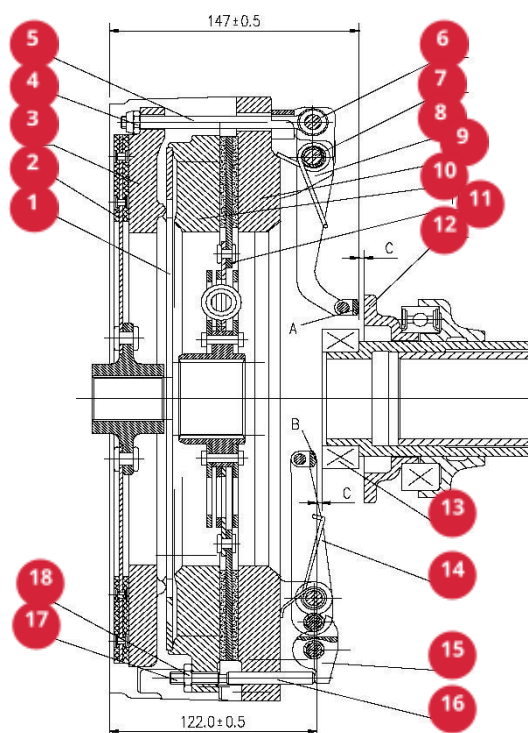

Рис. 4-19. Муфта сцепления
Чтобы обеспечить правильную работу сцепления, зазор между торцом В рычага выключения главной муфты сцепления и торцом выжимного подшипника 13 и зазор между торцом А рычага выключения муфты сцепления ВОМ 8 и диском выключения сцепления 12 должны составлять 2,0–2,5 мм (см. рис. 4-19). Свободный ход педали главной муфты сцепления и рычага муфты сцепления ВОМ должен составлять 25–35 мм и 40–60 мм соответственно. Данный зазор постепенно уменьшается в результате непрерывного естественного износа деталей при эксплуатации. По этой причине необходимо выполнять периодическую проверку и регулировку зазора.
Для регулировки можно использовать окно в нижней части картера трансмиссии (см. рис. 4-19).
1. Регулировка главной муфты сцепления (см. рис. 4-19): вращая ограничительный винт 17, отрегулируйте зазор между торцом В рычага выключения главной муфты сцепления 14 и выжимным подшипником до значения 2,0–2,5 мм, затем затяните гайку 18. Если используется этот метод регулировки, убедитесь, что торцы трех рычагов выключения главной муфты сцепления находятся в одной вертикальной плоскости. Отклонение при проверке пластинчатым щупом не должно превышать 0,2 мм.
2. Регулировка муфты сцепления BOM (см. рис. 4-19): ослабьте небольшую самоостопорящую шестигранную гайку 4, отрегулируйте зазор между торцом А рычага выключения муфты сцепления BOM 8 и диском выключения муфты сцепления BOM 12 до значения 2,0–2,5 мм. Затем затяните небольшую самоостопорящую шестигранную гайку 4. При регулировке убедитесь, что торцы трех рычагов выключения муфты сцепления BOM находятся в одной вертикальной плоскости. Отклонение при проверке пластинчатым щупом не должно превышать 0,2 мм.
Регулировка отдельных рычагов выполняется в соответствии с рис. 4-19. При установке муфты сцепления расстояние между торцом А рычага выключения главной муфты сцепления и секцией ведомого диска муфты сцепления ВОМ 2 должно составлять $(122 \pm 0,5)$ мм, а расстояние между торцом В рычага выключения муфты сцепления ВОМ 8 и секцией ведомого диска муфты сцепления ВОМ 2 должно быть $(147 \pm 0,5)$ мм.